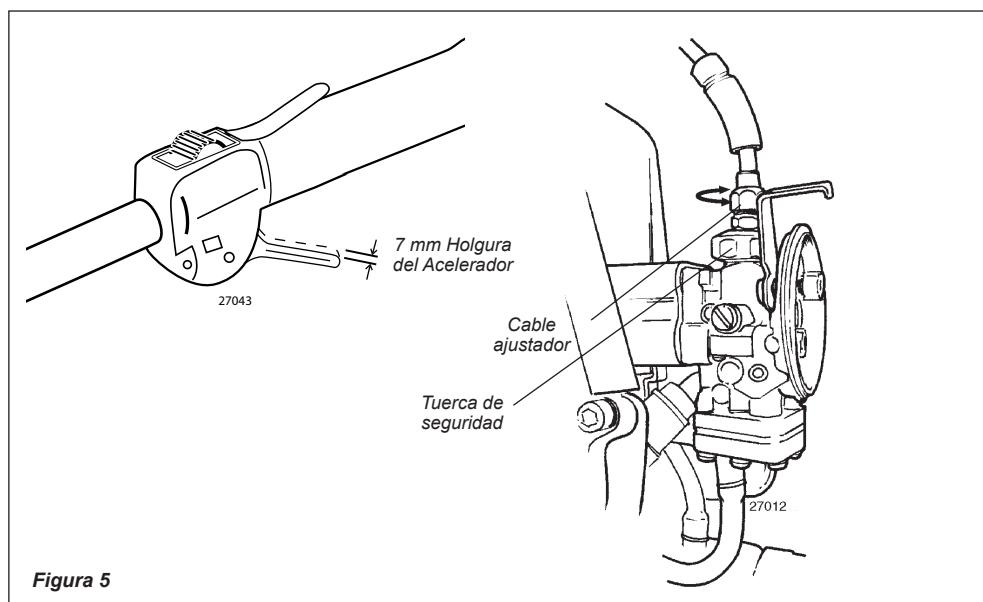

Figura 5
1. Afloje la tuerca de seguridad en el cable ajustador. Consulte la figura 5.
2. Gire el cable ajustador hacia dentro o fuera como sea requerido para obtener la holgura apropiada 9/32 pulgadas (7 mm). Consulte la figura 5.